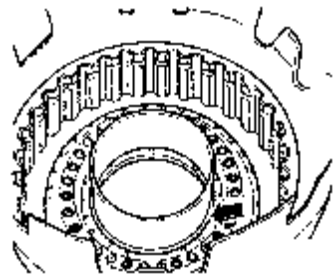

图 7-127 检查弹簧支撑板和卡环的安装位置
(2) 检查弹簧支撑板、卡环的安装位置。卡环必须位于离合器壳体的槽内，弹簧支撑板必须与毂盘同心，如图 7-127 所示。